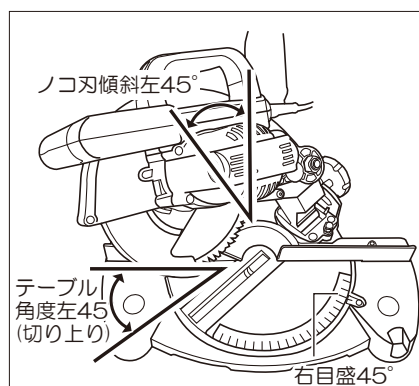

図37
- ターンテーブルによる角度設定と、ノコ刃の傾斜角度設定の組み合わせによる切断です。(図37参照)